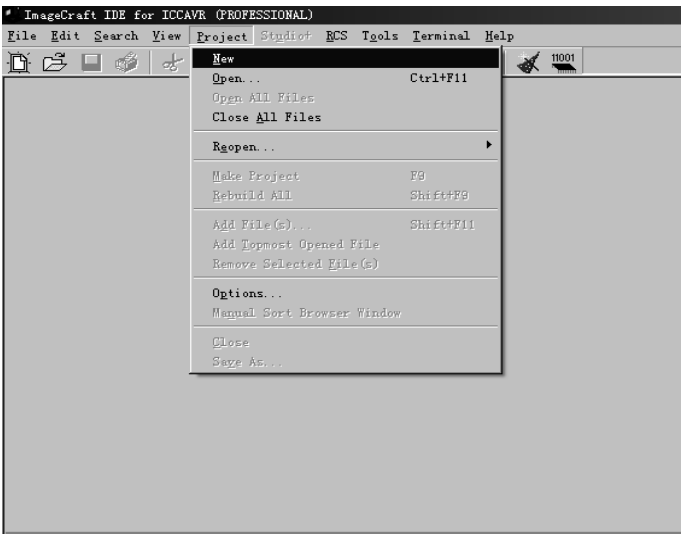

图 1-12 新建项目
- (1) 选择 Project 菜单的 New 选项新建项目，如图 1-12 所示。